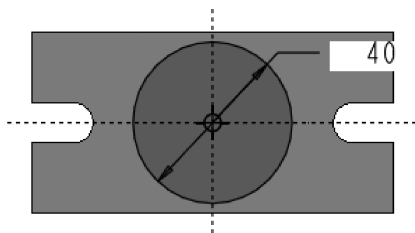
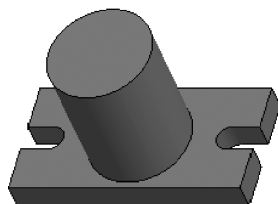

图 4-70 草绘截面
图 4-71 中间圆柱
(1) 单击【拉伸】按钮，接着在操控板中单击【放置】按钮，弹出【放置】下滑面板。
(2) 单击其中的按钮，在弹出的【草绘】对话框中单击按钮，使用和上次建模相同的草绘截面放置属性，直接进入草绘界面。
(3) 草绘截面，标注并修改尺寸，使用各种约束如图4-70所示。
(4) 单击【草绘器工具】工具栏中的【完成】按钮，接受草绘图形，回到设计窗口。
(5) 双击图形区拉伸深度数字，在出现的组合框中输入“58”，在图形区拖动鼠标中键调整观看模型的角度，预览模型。
(6) 符合要求以后，单击控制区的【应用】按钮完成中间圆柱，如图4-71所示。
(7) 修改特征名称为“中间圆柱”。